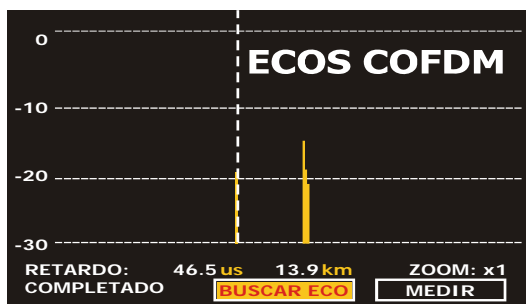

Figura 58.- Análisis de ECOS.
2. Pulse el selector rotativo. El cursor vertical se situará sobre el primer eco (Figura 58.-).